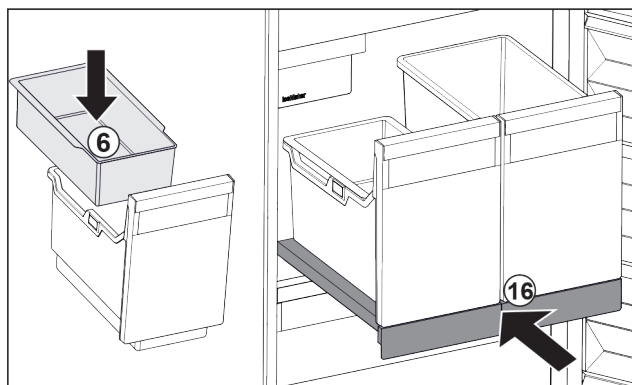

Fig. 87
- ▶ Colocar la bandeja suspendida *Fig. 87 (6)* para cubitos de hielo.
- ▶ Introducir el estante extraíble con recipiente (IceTower). *Fig. 87 (16)*